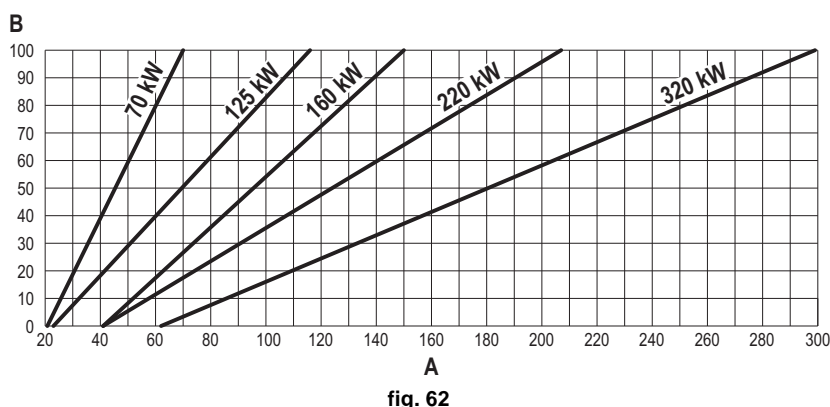

fig. 62
- Premere i **tasti contestuali 1 e 2** per aumentare o diminuire la portata termica (minima = 00 - Massima = 100). Vedi diagramma “Regolazione Portata Termica” (fig. 62).